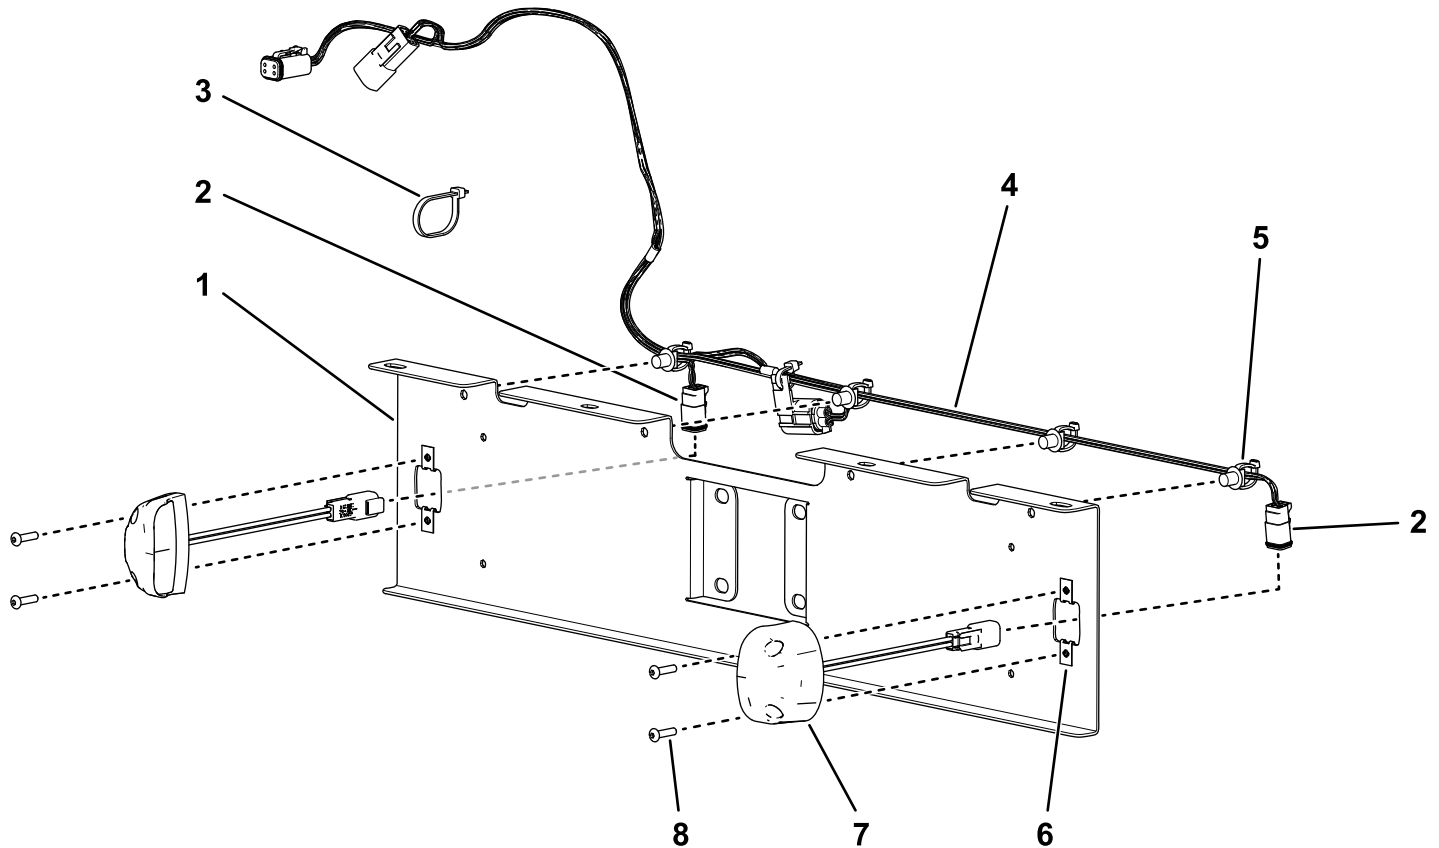

Figura 1
1. Pase el arnés de cables de la placa de matrícula por la parte superior del soporte de la placa de matrícula manteniendo los 2 conectores grandes y el fusible en el lado izquierdo (**Figura 1**).
2. Sujete el arnés de cables al soporte insertando las 4 grapas del arnés en los orificios correspondientes del soporte (**Figura 1**).
3. Pase los conectores de las luces de la placa de matrícula por los orificios grandes de cada extremo del soporte y conéctelos a las 2 luces de la placa de matrícula (**Figura 1**).
4. Instale las luces en el soporte usando 4 pernos de cabeza de botón hexagonal (Nº 10 x ¾") y 4 tuercas rápidas, como se muestra en la **Figura 1**.